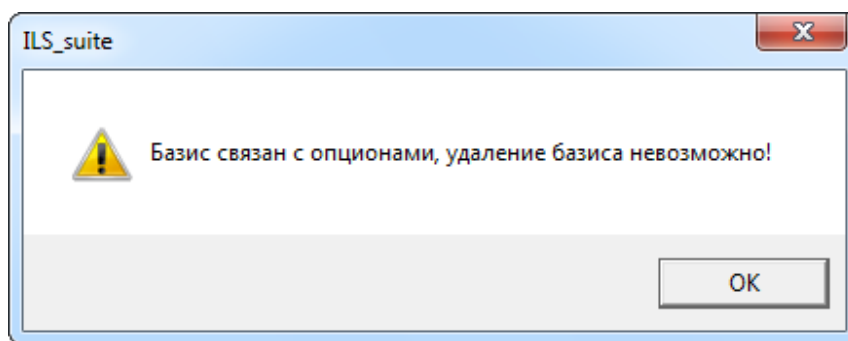

Рис. 10-173 – Нельзя удалить базис, который связан с опционами
- 2) В открывшемся окне нажать кнопку «Да», чтобы подтвердить действие (рис. 10-173).